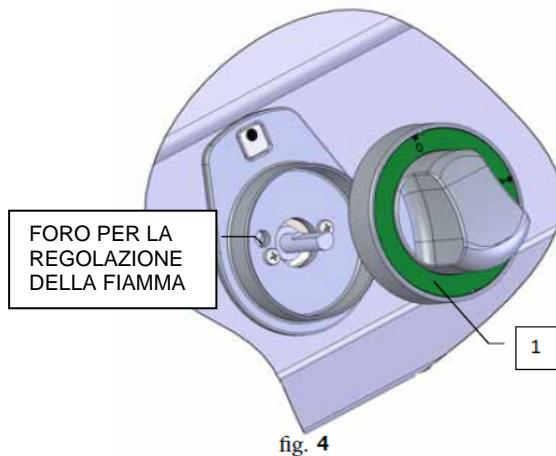

fig. 4
- Rimuovere il pulsante di comando (nota 1, fig. 4) tirandolo verso di sé.